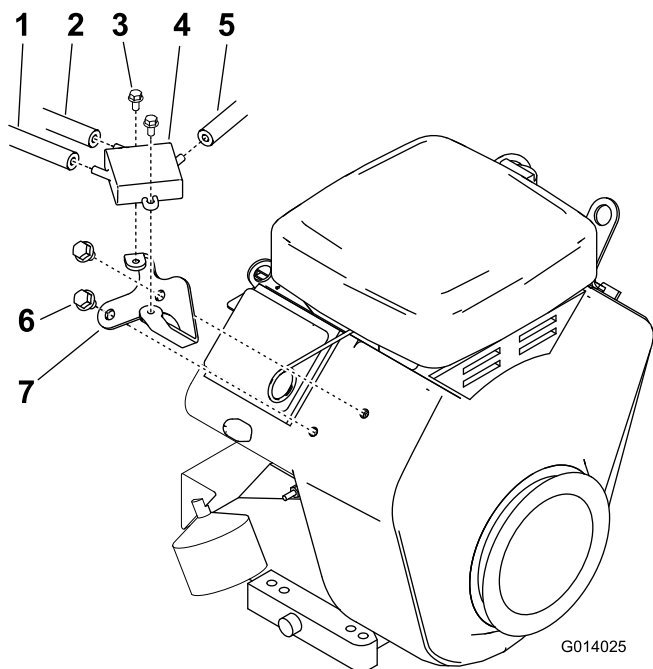

Figura 3
6. Montate la nuova staffa utilizzando i 2 bulloni nuovi (Figura 3).
7. Ribaltate la pompa del carburante e montatela sulla nuova staffa utilizzando i 2 bulloni precedentemente tolti dal motore (Figura 3).